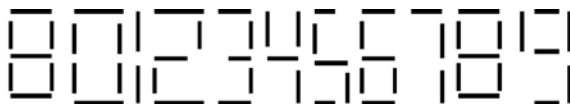

FIGURA 102 – NÚMEROS DIGITAIS – DISPLAY DE SETE SEGMENTOS
O *display* é baseado no 7-LED DISPLAY – *Display* de sete segmentos, em forma de barra, compondo o número “8” (oito) com mostra a figura 102. Acendendo apenas alguns deles, forma-se a numeração de zero (0) a nove (9).